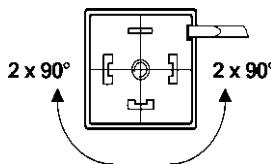

Figure 4: Rotation de la plaque de raccordement
- ➔ Glissez soigneusement une lame de tournevis sous la plaque de raccordement et faites levier (figure 4).